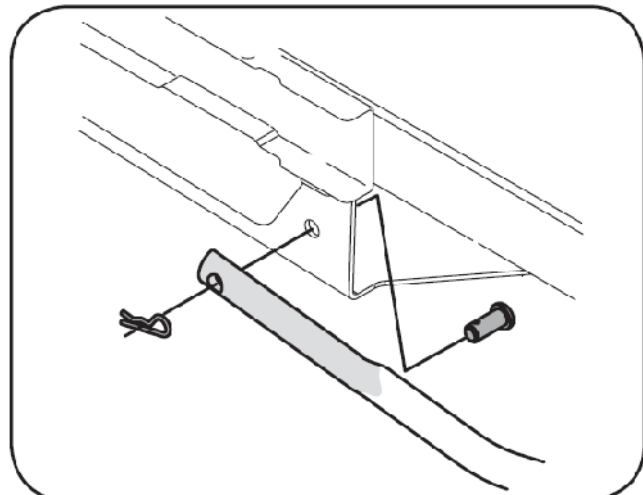

Рис. 28.
1. Прикрепите правую поддерживающую дугу к передней части блока нижней рамы с помощью штифта с головкой и отверстием под шплинт. См. Рис. 28.